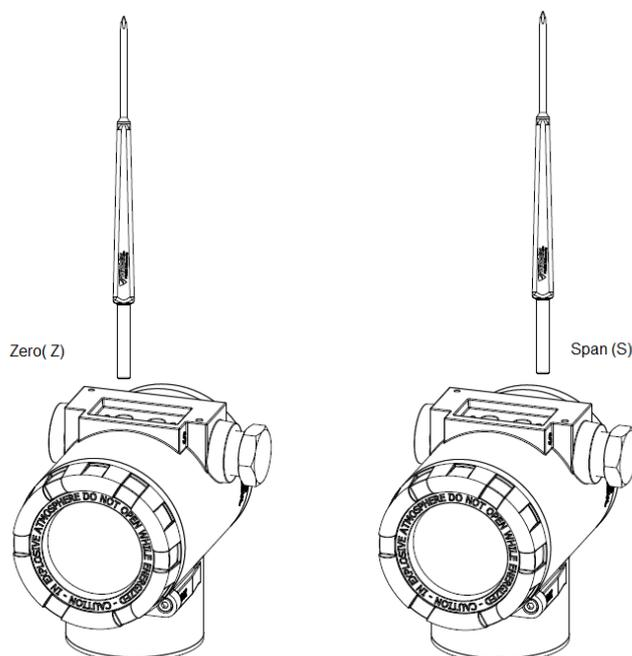

Figura 5.2 – Atuação no ajuste local.
A atuação no ajuste local é feita com a chave magnética, através dos orifícios ZERO (Z) e SPAN (S), conforme a figura 5.2.